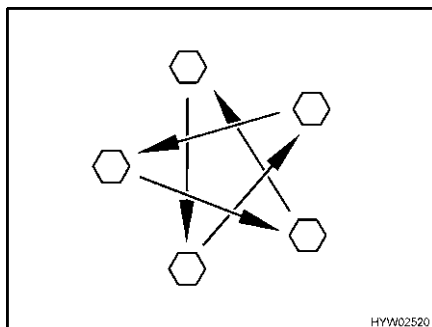

Fig. 250 Serrer en croix les écrous ou les boulons de roue
- Vérifier régulièrement le serrage des écrous ou des boulons de roues. Reserrer alternativement et en croix (Fig. 250) tous les écrous ou les boulons de roue 50 km après le changement d'une roue.
- ▷ Serrer en croix les écrous ou les boulons de roue (Fig. 250).